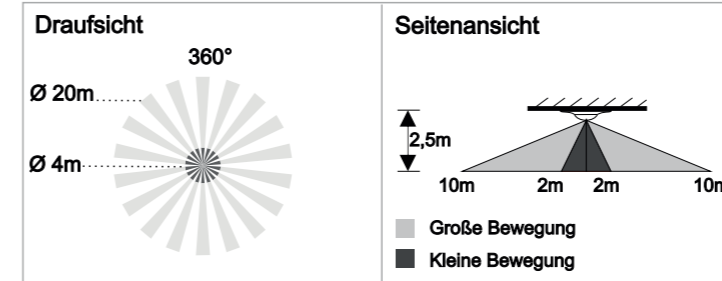

Bild 2
3.1.1 Der Melder kann in einer Höhe von 2 - 3 Metern montiert werden. die Höhe für die optimale Erkennungsabdeckung beträgt 2,5 Meter. Die Erkennungsabdeckung kann bis zu 20 Meter im Durchmesser betragen und deckt 360° ab. (Siehe Bild 2)